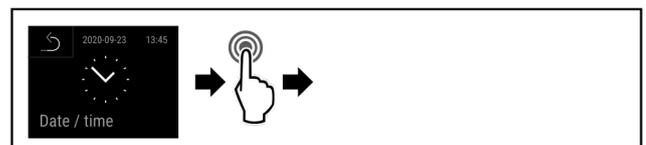

Fig. 105
- u Handlungsschritte (siehe Fig. 105) durchführen.